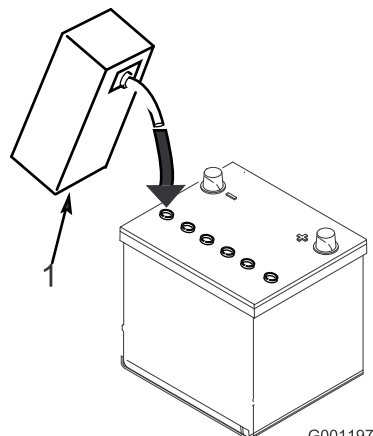

图7
3. 小心为每个电池注入电解液，直到电池极板被大约 6mm 的液体覆盖（图7）。
4. 等待约 20 至 30 分钟，以便电解液渗透到极板内。必要时加注电解液，使电解液保持在加注井底部约 6mm 范围内（图7）。